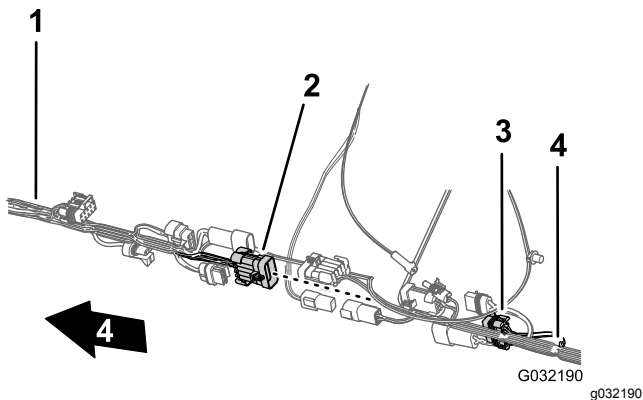

Bild 119
6. Stecken Sie den 10-Stift-Stecker des vorderen Kabelbaums für die Sprühfahrzeug-Kabelbaumverbindung in den 10-Buchsen-Stecker des hinteren Kabelbaums für die Sprühfahrzeug-Kabelbaumverbindung (Bild 119).